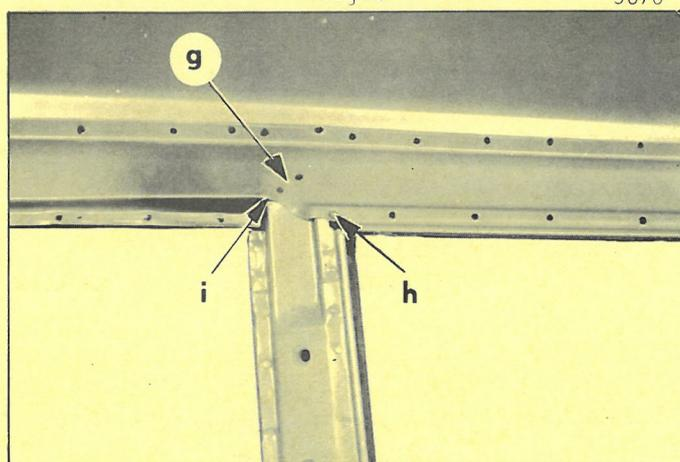

Fig. 4
Percer (une tôle seulement) (fig. 4) :
- en i (fig. 4).*